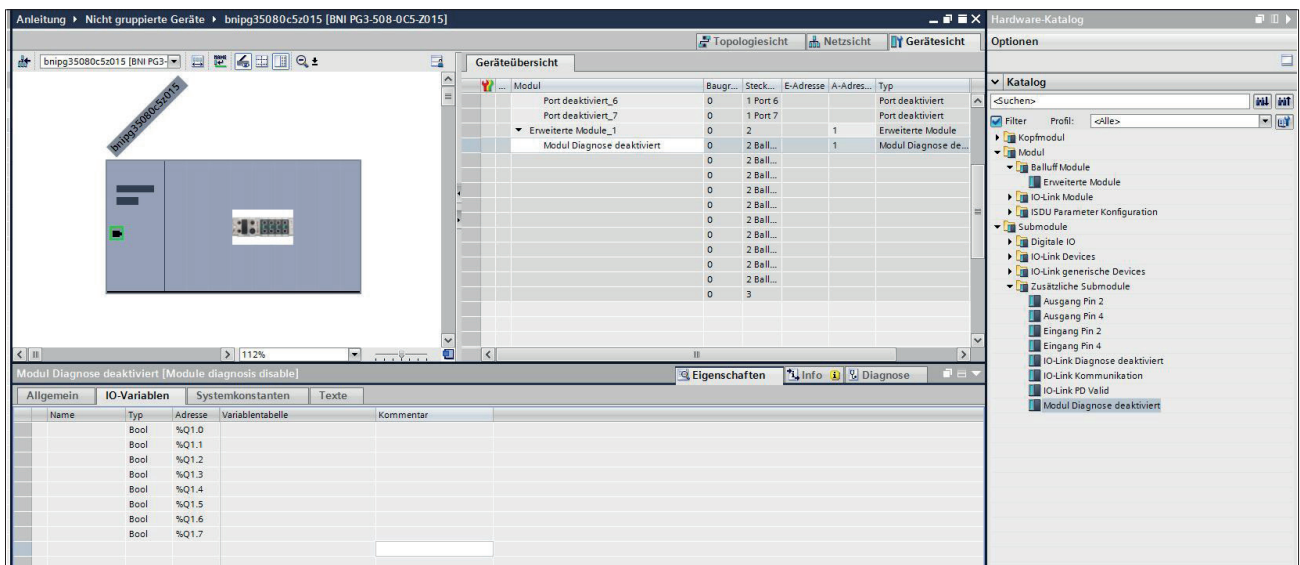

Bild 3-4: Gestecktes Modul *Diagnose deaktiviert*
- ▶ Modul *Diagnose deaktiviert* in die erweiterten Module stecken (siehe Bild 3-4).